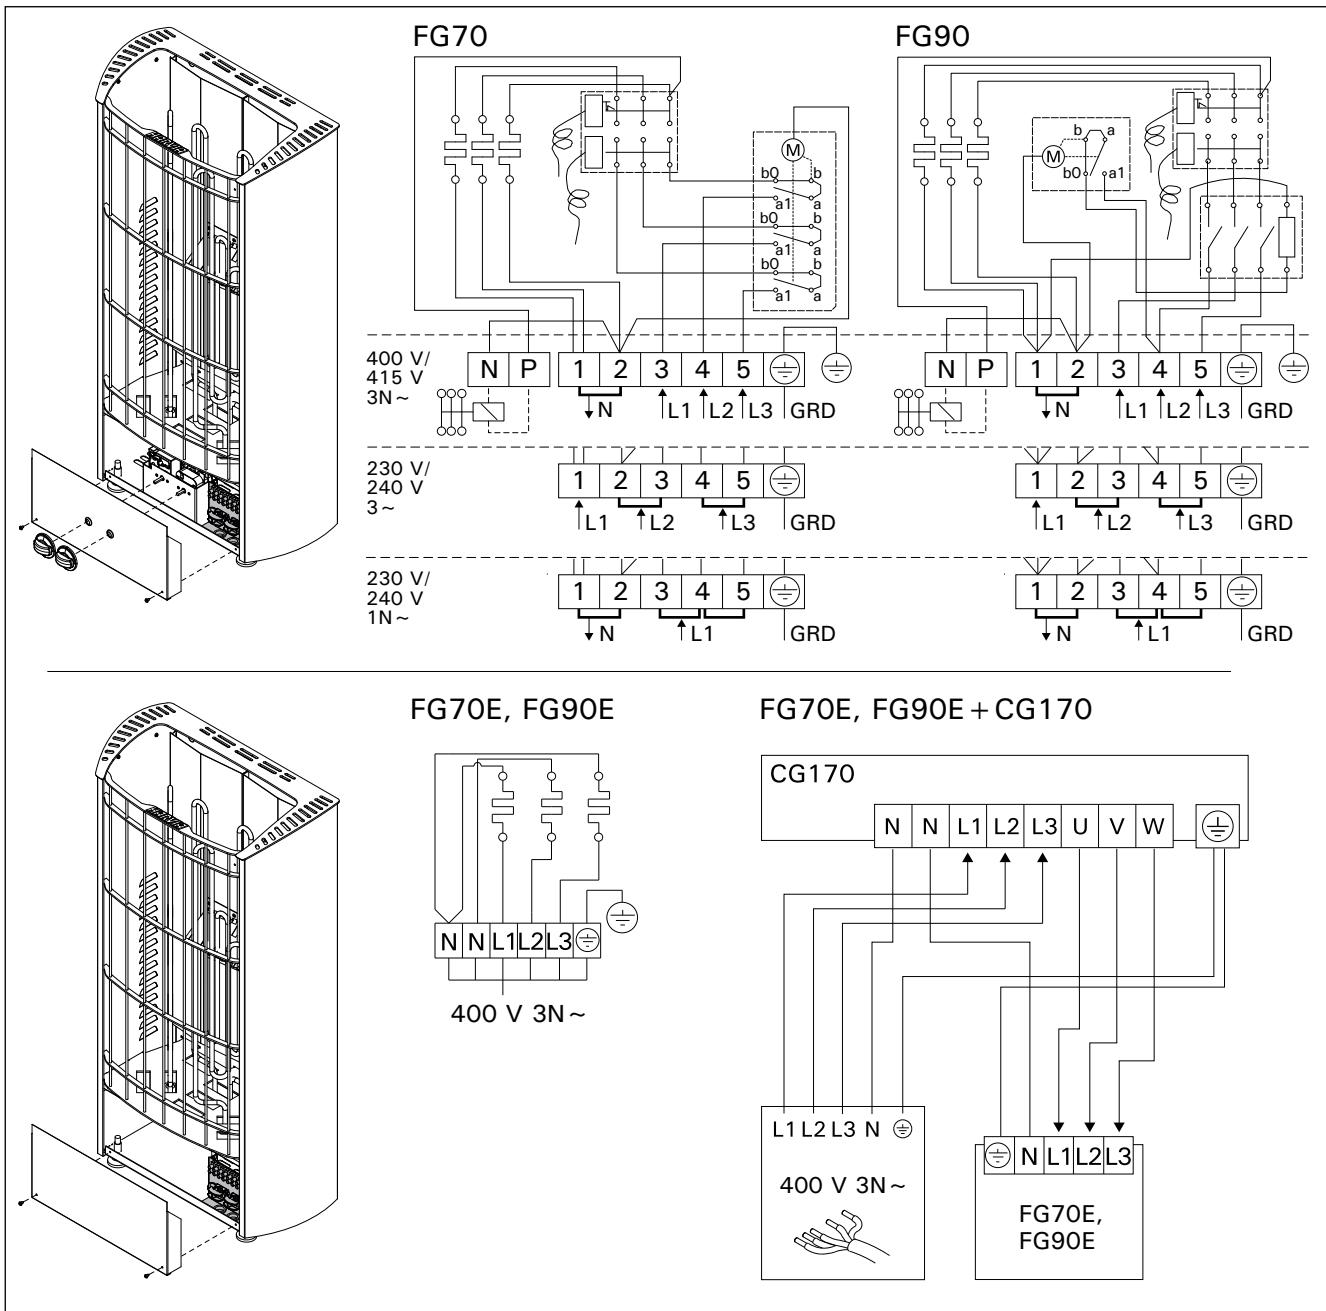

Рисунок 9. Электромонтаж **Joonis 9. Elektriühendused**
- Кроме клемм питания каменки FG оснащены также клеммой (P), которая делает возможным управление электрическим нагревом (рис. 9). Управляющее напряжение передается от каменки, когда она включена. Кабель управления электронагревом подводят прямо к соединительной коробке каменки и дальше с помощью резинового кабеля, равного по сечению соединительному кабелю, к клеммнику.